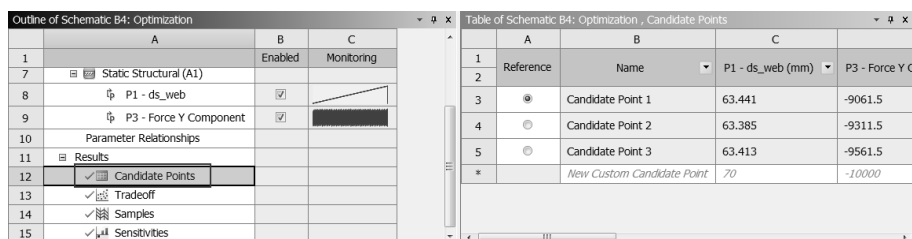

图 18-32 候选方案
Step11：单击 Candidate Points 选项，此时右侧将出现如图 18-32 所示的基于目标优化的最优设计的三个候选方案。